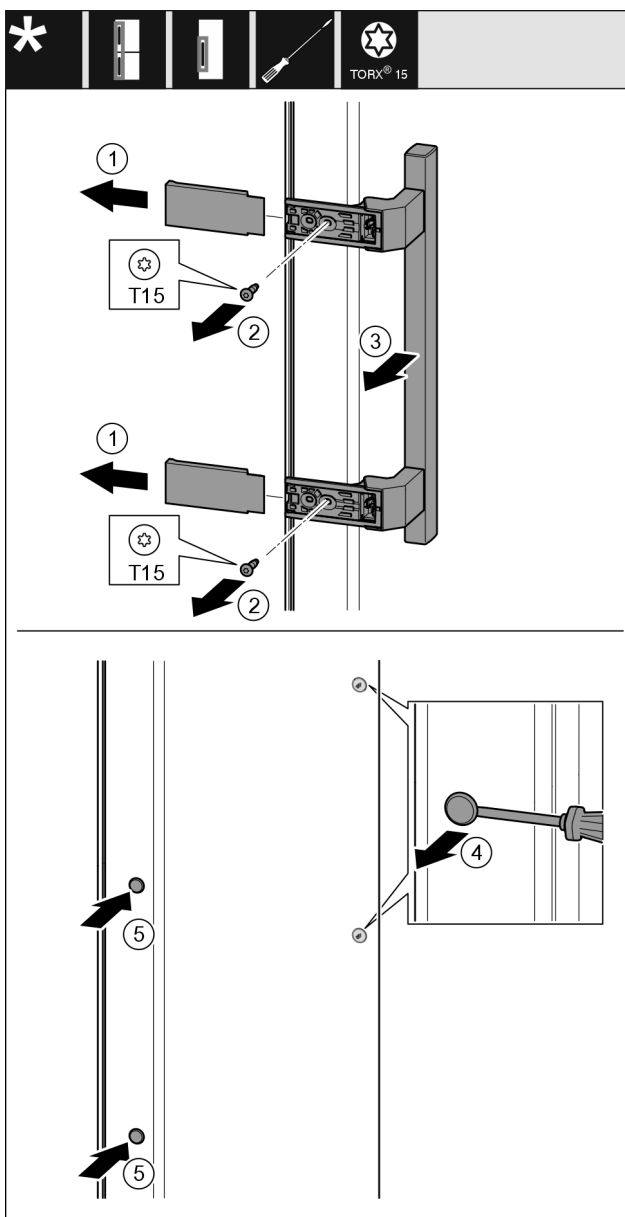

Fig. 21
- ▶ Abdeckung Fig. 21 (1) abziehen.
- ▶ Schrauben Fig. 21 (2) mit Schraubendreher herausdrehen.
- ▶ Griff Fig. 21 (3) abnehmen.
- ▶ Seitlichen Stopfen Fig. 21 (4) vorsichtig mit einem Schlitzschraubendreher anheben und herausziehen.
- ▶ Stopfen Fig. 21 (5) auf der anderen Seite wieder einsetzen.